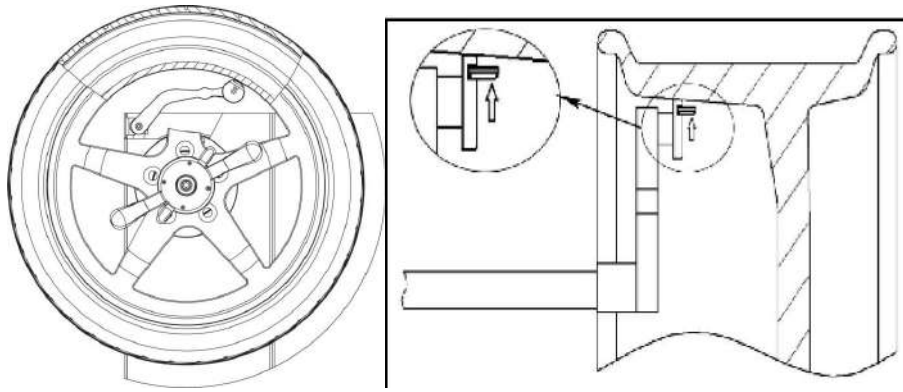

Рис.18
4.4 Вставьте грузик в несбалансированную точку внешнего обода, рис.18.